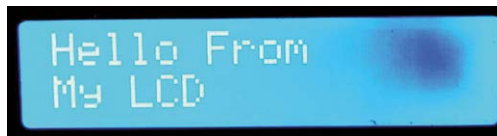

Figure 6.7 Texte affiché sur l'écran LCD
- Rejoindre les nœuds comme indiqué dans la figure 6.5, et cliquer **Déployer**. Le texte affiché devrait être celui de la figure 6.7